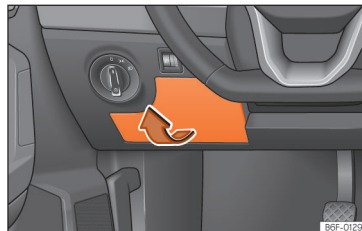

Abb. 49 Auf der Fahrerseite in der Instrumententafel: Abdeckung des Sicherungskasten.
- Öffnen: Die Abdeckung des Sicherungskasten in Pfeilrichtung abnehmen »» **Abb. 49**.